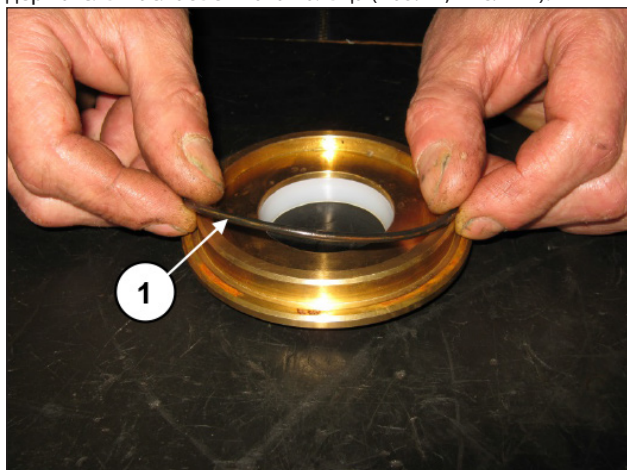

Рис. 122
Установите уплотнительное кольцо круглого сечения на держатель маслосъемного кольца (поз. ①, Рис. 122).